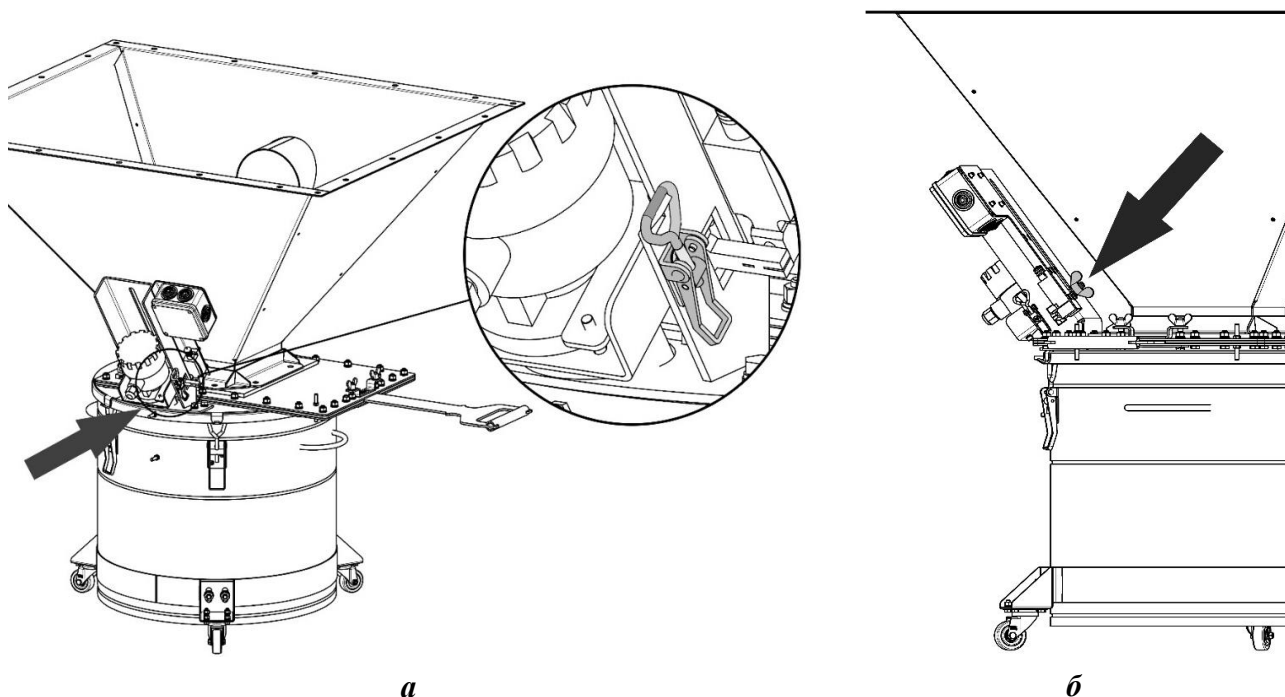

Рисунок 5
- 1) открыть замки-защёлки, прижимающие датчик к седлу (рисунок 5а);
3) зафиксировать датчик в верхнем положении при помощи гайки-барашка (рисунок 5б), лопасти складываются и не мешают демонтировать пылесборник при перемещении датчика в крайнее верхнее положение.